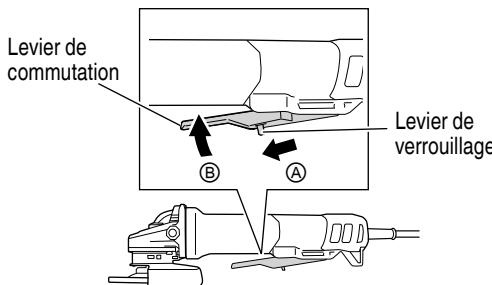

Fig. 3
2. Mettre la meuleuse à disque sous tension. (Fig. 3)
Pour mettre en marche, faites glisser le levier de verrouillage en direction de ① et appuyez sur le levier de l'interrupteur (2 emplacements) en direction de ② comme indiqué dans la Fig.3. Relâchez le levier de l'interrupteur pour couper le contact.